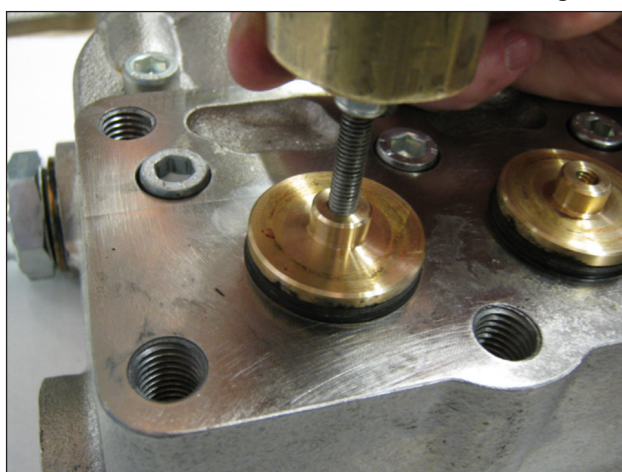

Fig. 17
- I tappi valvola di aspirazione e mandata pompe KT24-28-30-32-WK155-WK6 (Fig. 17);